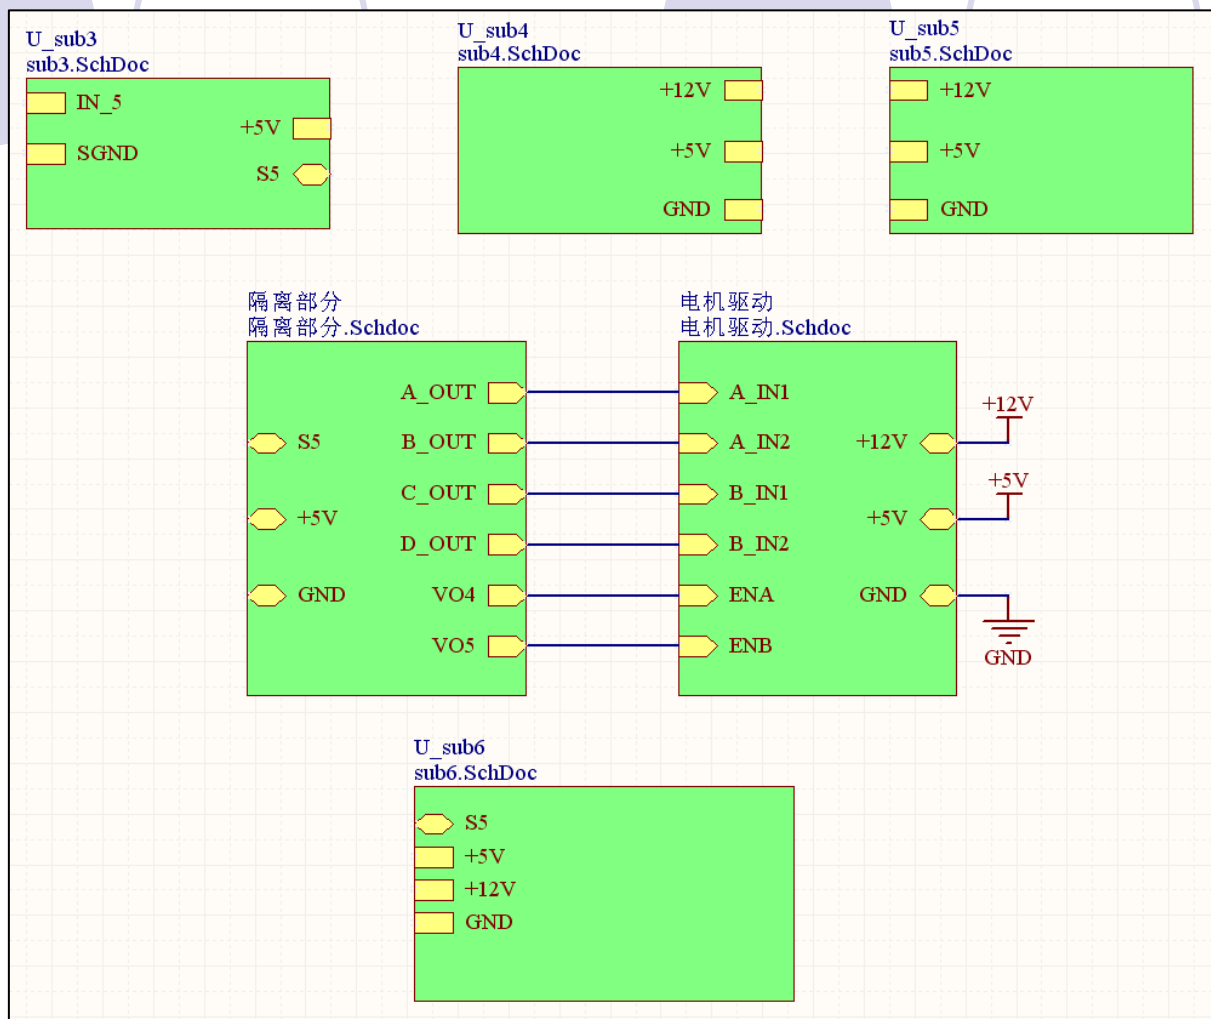

图11-30放置完6个方块图的Main_top.SchDoc上层原理图
(2) 单击“Projects”工作面板中“Main_top.SchDoc”文件的名称，在工作区打开该文件，在主菜单中选择“Design”→“Creat Sheet Symbol From Sheet or HDL”命令，打开“Choose Document to Place”对话框。选择“Sub6.SchDoc”文件，然后按OK按钮，即鼠标处“悬浮”着一个子图6的方块图。在“Main_top.SchDoc”中的合适位置，按鼠标左键，放置好方块图。放置好6个方块图的“Main_top.SchDoc”电路如图11-30所示。